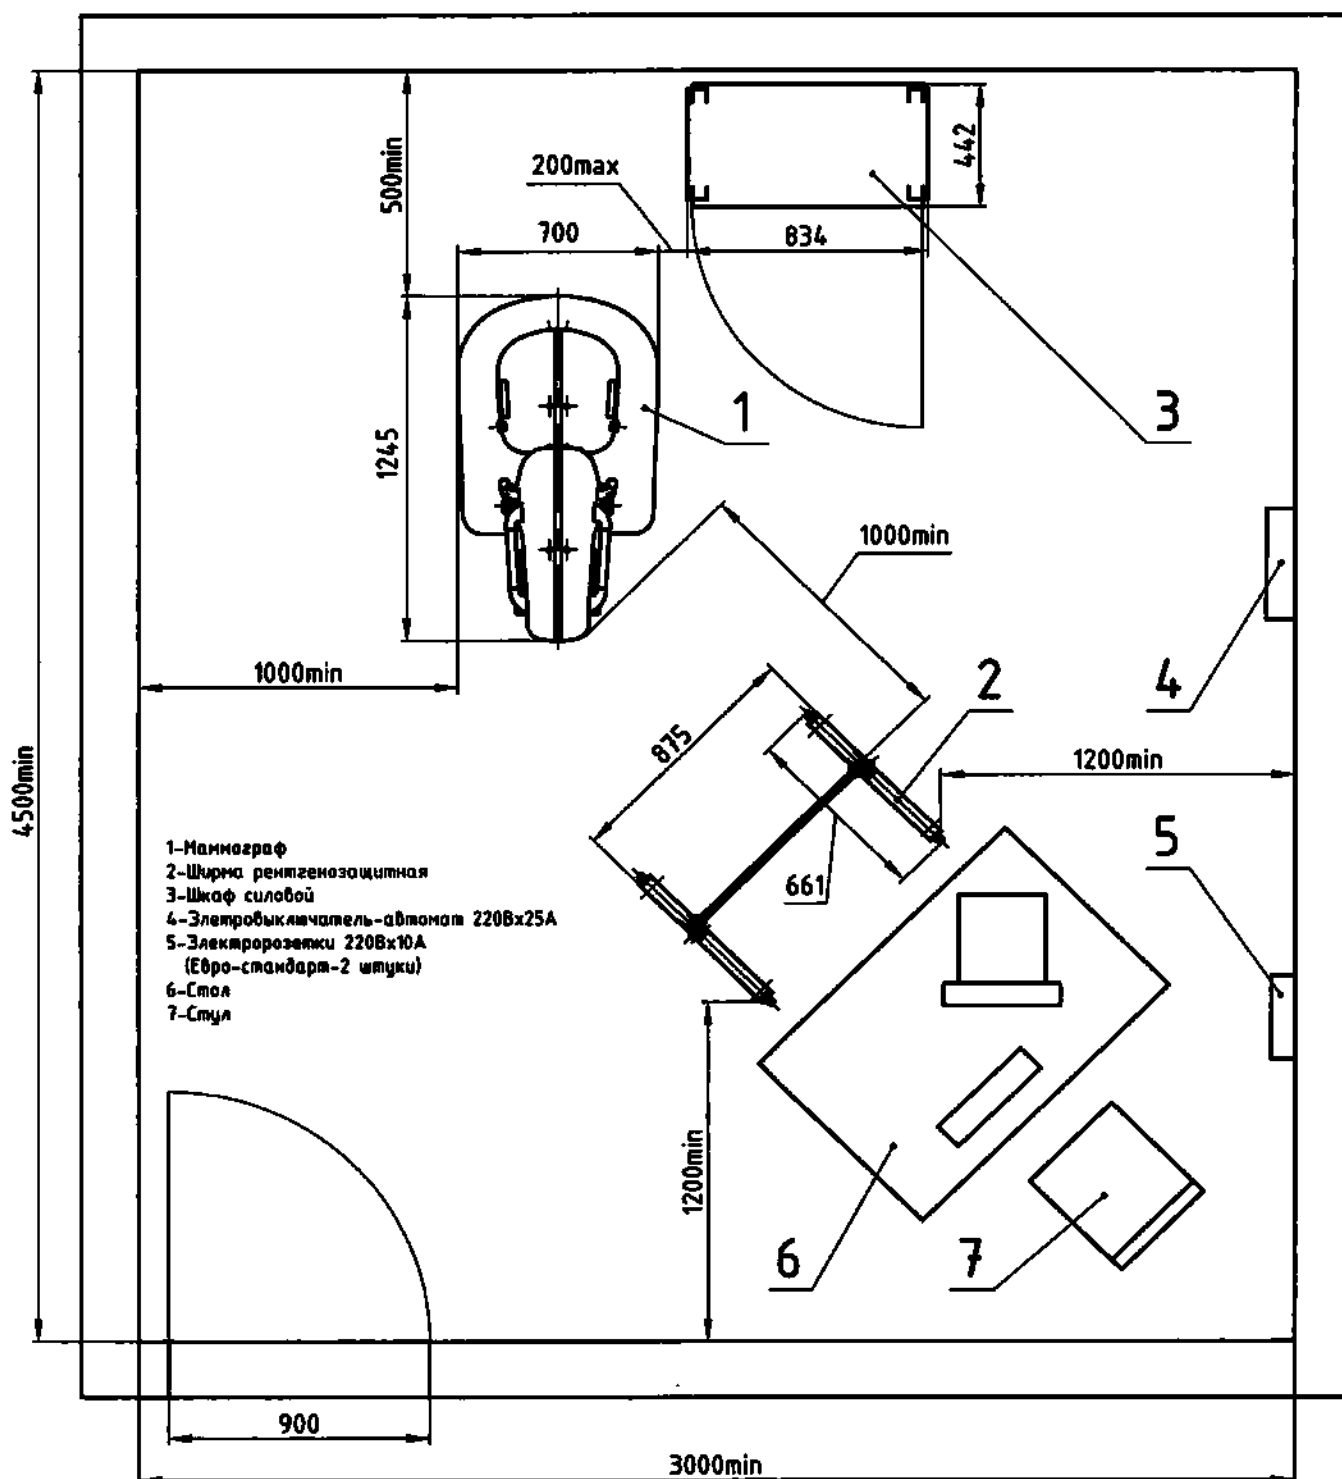

Рисунок 8 – Рекомендуемый типовой план размещения аппарата «Маммо-РП» в рентгенодиагностическом кабинете
4.2. Рекомендуемый типовой план размещения аппарата «Маммо-РП» в рентгенодиагностическом кабинете представлен на рис.8